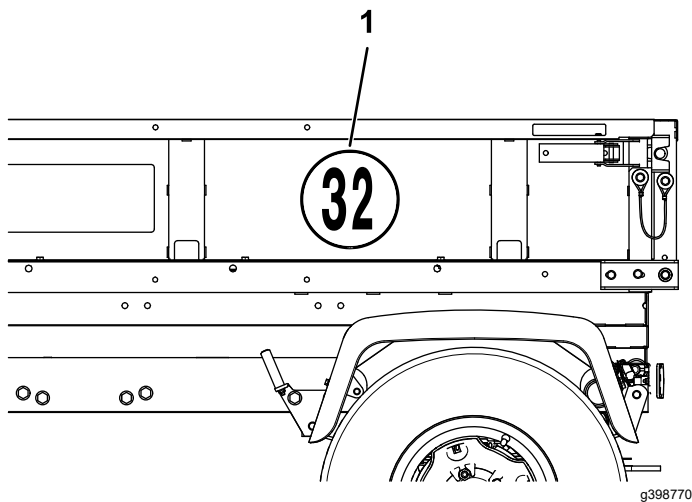

Bild 19
1. Bringen Sie den Geschwindigkeitsaufkleber auf der linken Seite der Ladefläche zwischen dem zweiten und dritten Kanal an, wie in Bild 19 abgebildet.